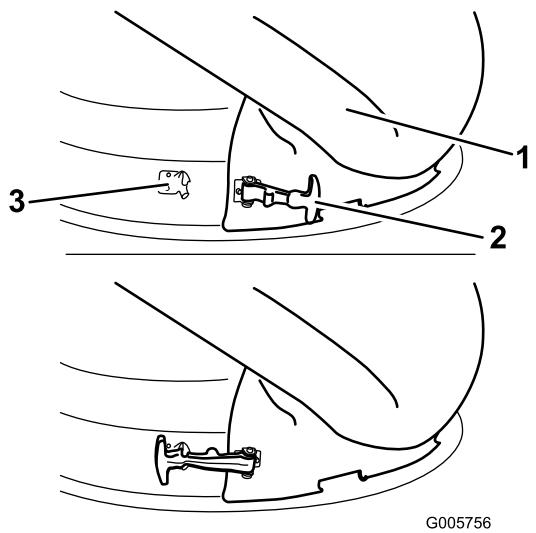

Figure 22
4. Fixez l'éjecteur au plateau de 50 pouces. Accrochez le verrou flexible de l'éjecteur à la gâche de retenue soudée sur le plateau de coupe, à l'arrière de l'ouverture (Figure 22).